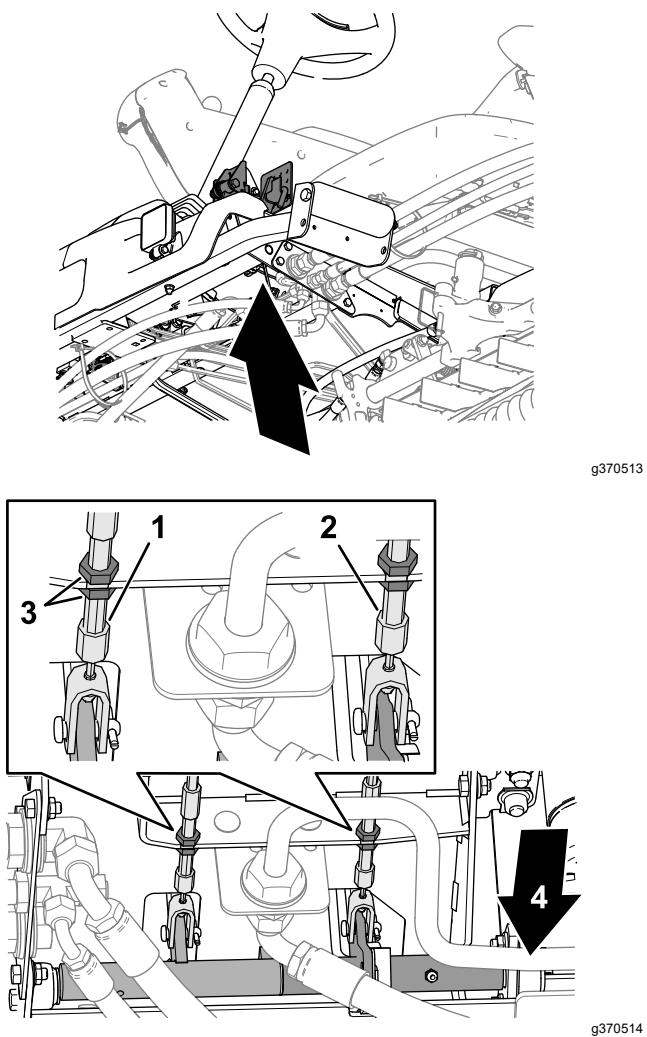

Bild 160
3. Lockern Sie die vordere Klemmmutter an der Gewindeseite des Bremszuges (Bild 160).